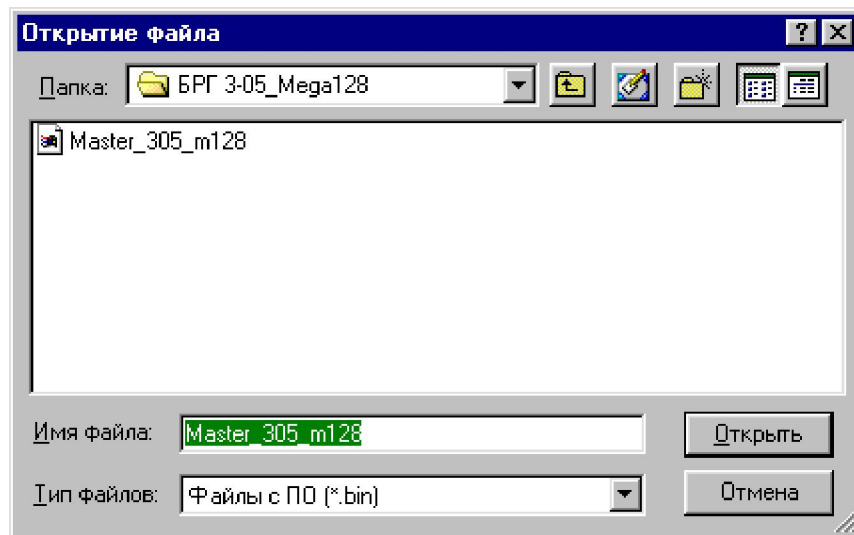
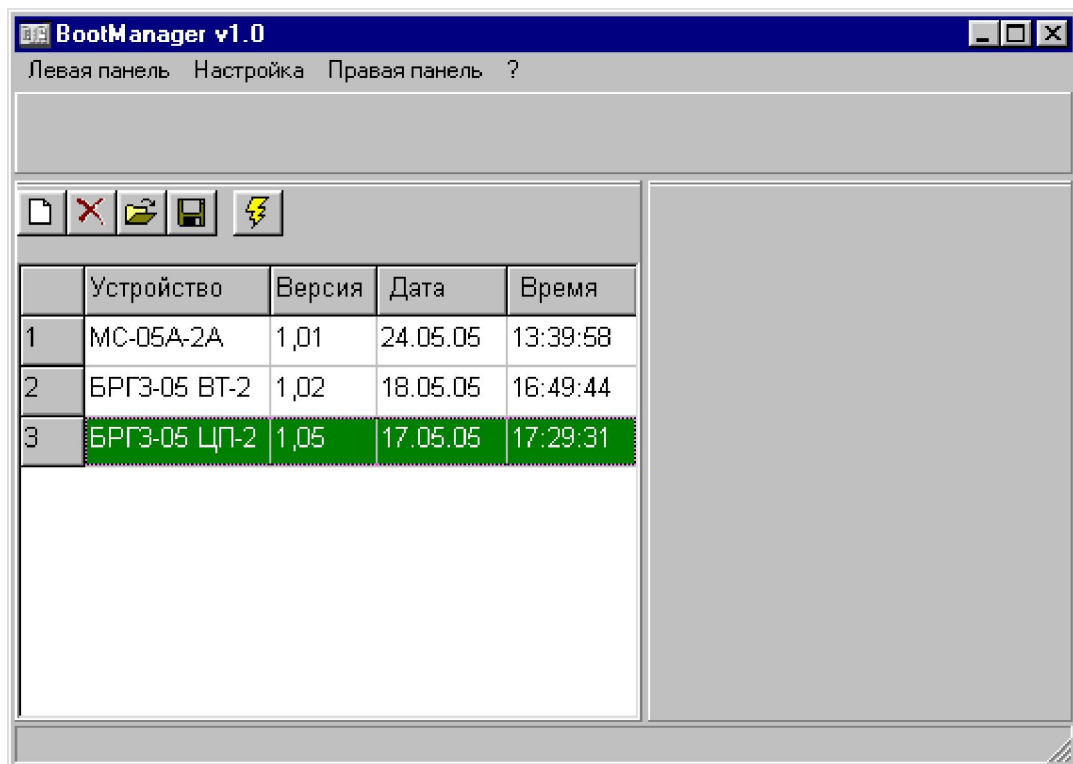

Рис. 2
Рис. 3
3.6. Создайте список (из одного или нескольких) файлов прошивок (см. рис. 3). Для этого нажмите кнопку  и, в появившемся окне ОТКРЫТИЕ ФАЙЛА (см. рис. 2), выберите первую требуемую прошивку, а затем, если необходимо, вторую, третью и т. д.; программатор будет прошивать устройства именно в той последовательности, в которой вы запишете в него прошивки для этих устройств, то есть, если вы открыли сначала файл с прошивкой для модуля сопряжения МС-05А, потом для ВНУТРЕННЕГО ТЕРМИНАЛА и МАСТЕРА, то программатор, соответственно, будет перешивать сначала МС-05А, потом ВНУТРЕННИЙ ТЕРМИНАЛ и МАСТЕР (эти устройства описаны в файле ... );